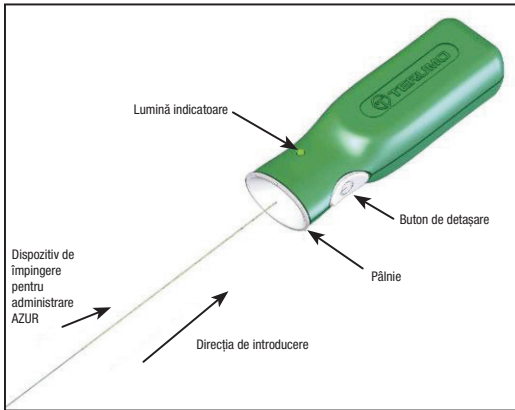

Figura 2 – Dispozitiv pentru controlul desprinderii AZUR
13. Înainte de a utiliza dispozitivul, îndepărtați capătul proximal al dispozitivului de împingere pentru administrare din bucla de ambalare. Procedați cu atenție pentru a nu contamina acest capăt al dispozitivului de împingere cu substanțe străine cum ar fi sânge sau agent de contrast. Introduceți ferm capătul proximal al dispozitivului de împingere în secțiunea pâlniei a dispozitivului pentru controlul desprinderii AZUR. Consultați figura 2. Nu apăsați butonul de detașare în acest moment.
33. Conectați capătul proximal al dispozitivului de împingere la dispozitivul de control al detașării AZUR prin împingere fermă în secțiunea pâlnie a acestuia. Consultați figura 2.